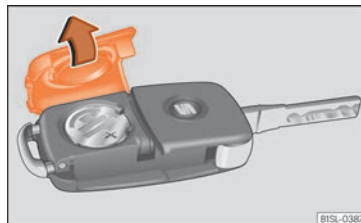

Fig. 129 Llave del vehículo: tapa del compartimento para la pila.
La pila se encuentra en la parte trasera de la llave del vehículo, bajo una tapa »» fig. 129.
- Retire la tapa de la parte trasera de la llave del vehículo »» fig. 129 en la dirección de la flecha »» ❶.
- Coloque la tapa en la carcasa de la llave del vehículo, presionándola tal como se muestra »» fig. 129, en sentido contrario a la flecha, hasta que encastre.
❶ CUIDADO